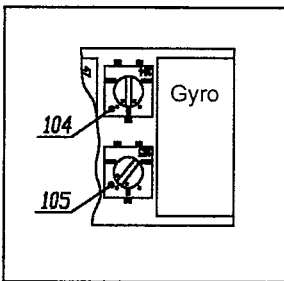

Fig. 9
- Poussez le manche de gaz lentement vers le haut pour augmenter la vitesse du rotor, le Microcopter va décoller mais aura peut-être un mouvement de rotation de la gauche vers la droite. De même, lorsque vous augmentez la vitesse, le nez pourra aussi tourner de gauche à droite. Pour corriger ces mouvements, vous utiliserez les trims 1-4 comme indiqué précédemment. Si cela n'est pas suffisant, cela signifie que le mixeur électronique (gyro) doit être réglé. Le gyro règle la vitesse du rotor d'anticouple par rapport au rotor principal pour compenser l'effet de couple et permettre au Microcopter de rester stable en vol. Dans le cas présent, réglez le gyro (Potentiomètre N°104, Fig 9) en le tournant légèrement dans le sens anti-horaire. Un réglage du gyro nécessite un nouveau réglage des trims de profondeur/aileron. Ces réglages doivent être faits soigneusement et vous demandent un peu de patience pour obtenir les meilleures performances en vol du Microcopter.